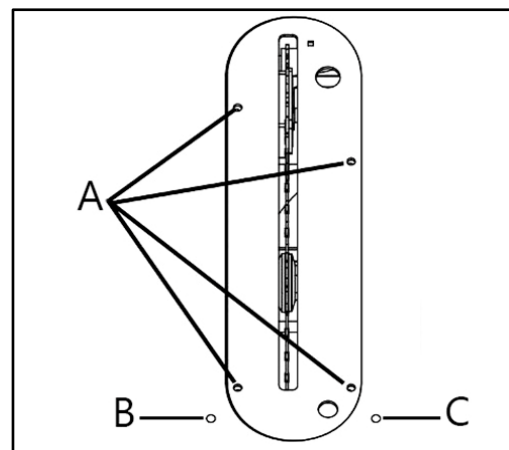

Рисунок 33
Для выравнивания вставки стола поворачивайте один или несколько установочных винтов А (рис. 33) до достижения нужного результата.
- Если пильный диск не будет наклоняться до 90°, поверните (против часовой стрелки) установочный винт В (рис. 33), пока не будет достигнут угол в 90°.
- Если пильный диск не будет наклоняться до 45°, поверните (против часовой стрелки) установочный винт С (рис. 33), расположенный справа от вставки стола, до тех пор, пока пильный диск не будет установлено на 45°.